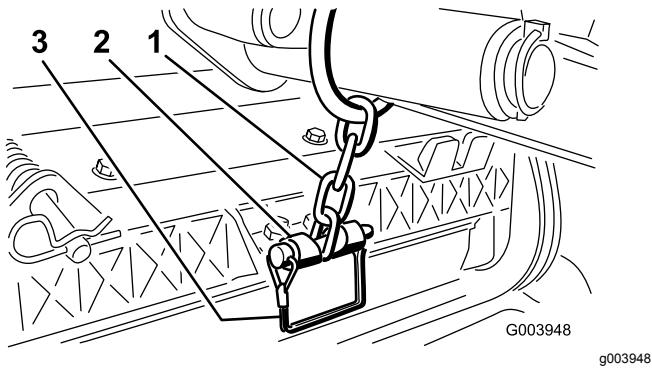

Bild 12
- 12. Befestigen Sie die Hubarmkette Ständer mit dem Einraststift an der Kettenhalterung (Bild 12).